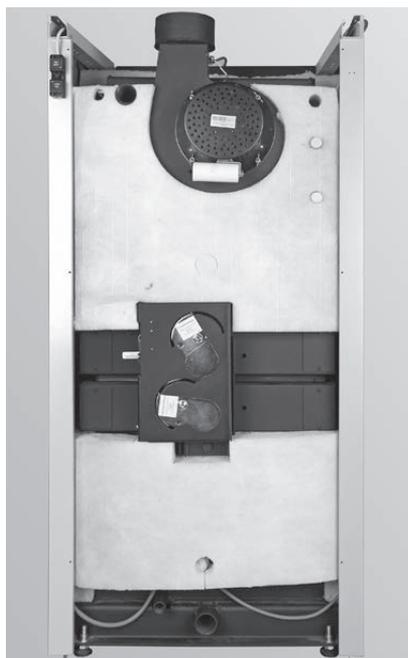

Fig. 63 Monter les isolations de la paroi arrière
- ▶ Monter les isolations supérieure et inférieure, comme indiqué sur la Fig. 63.